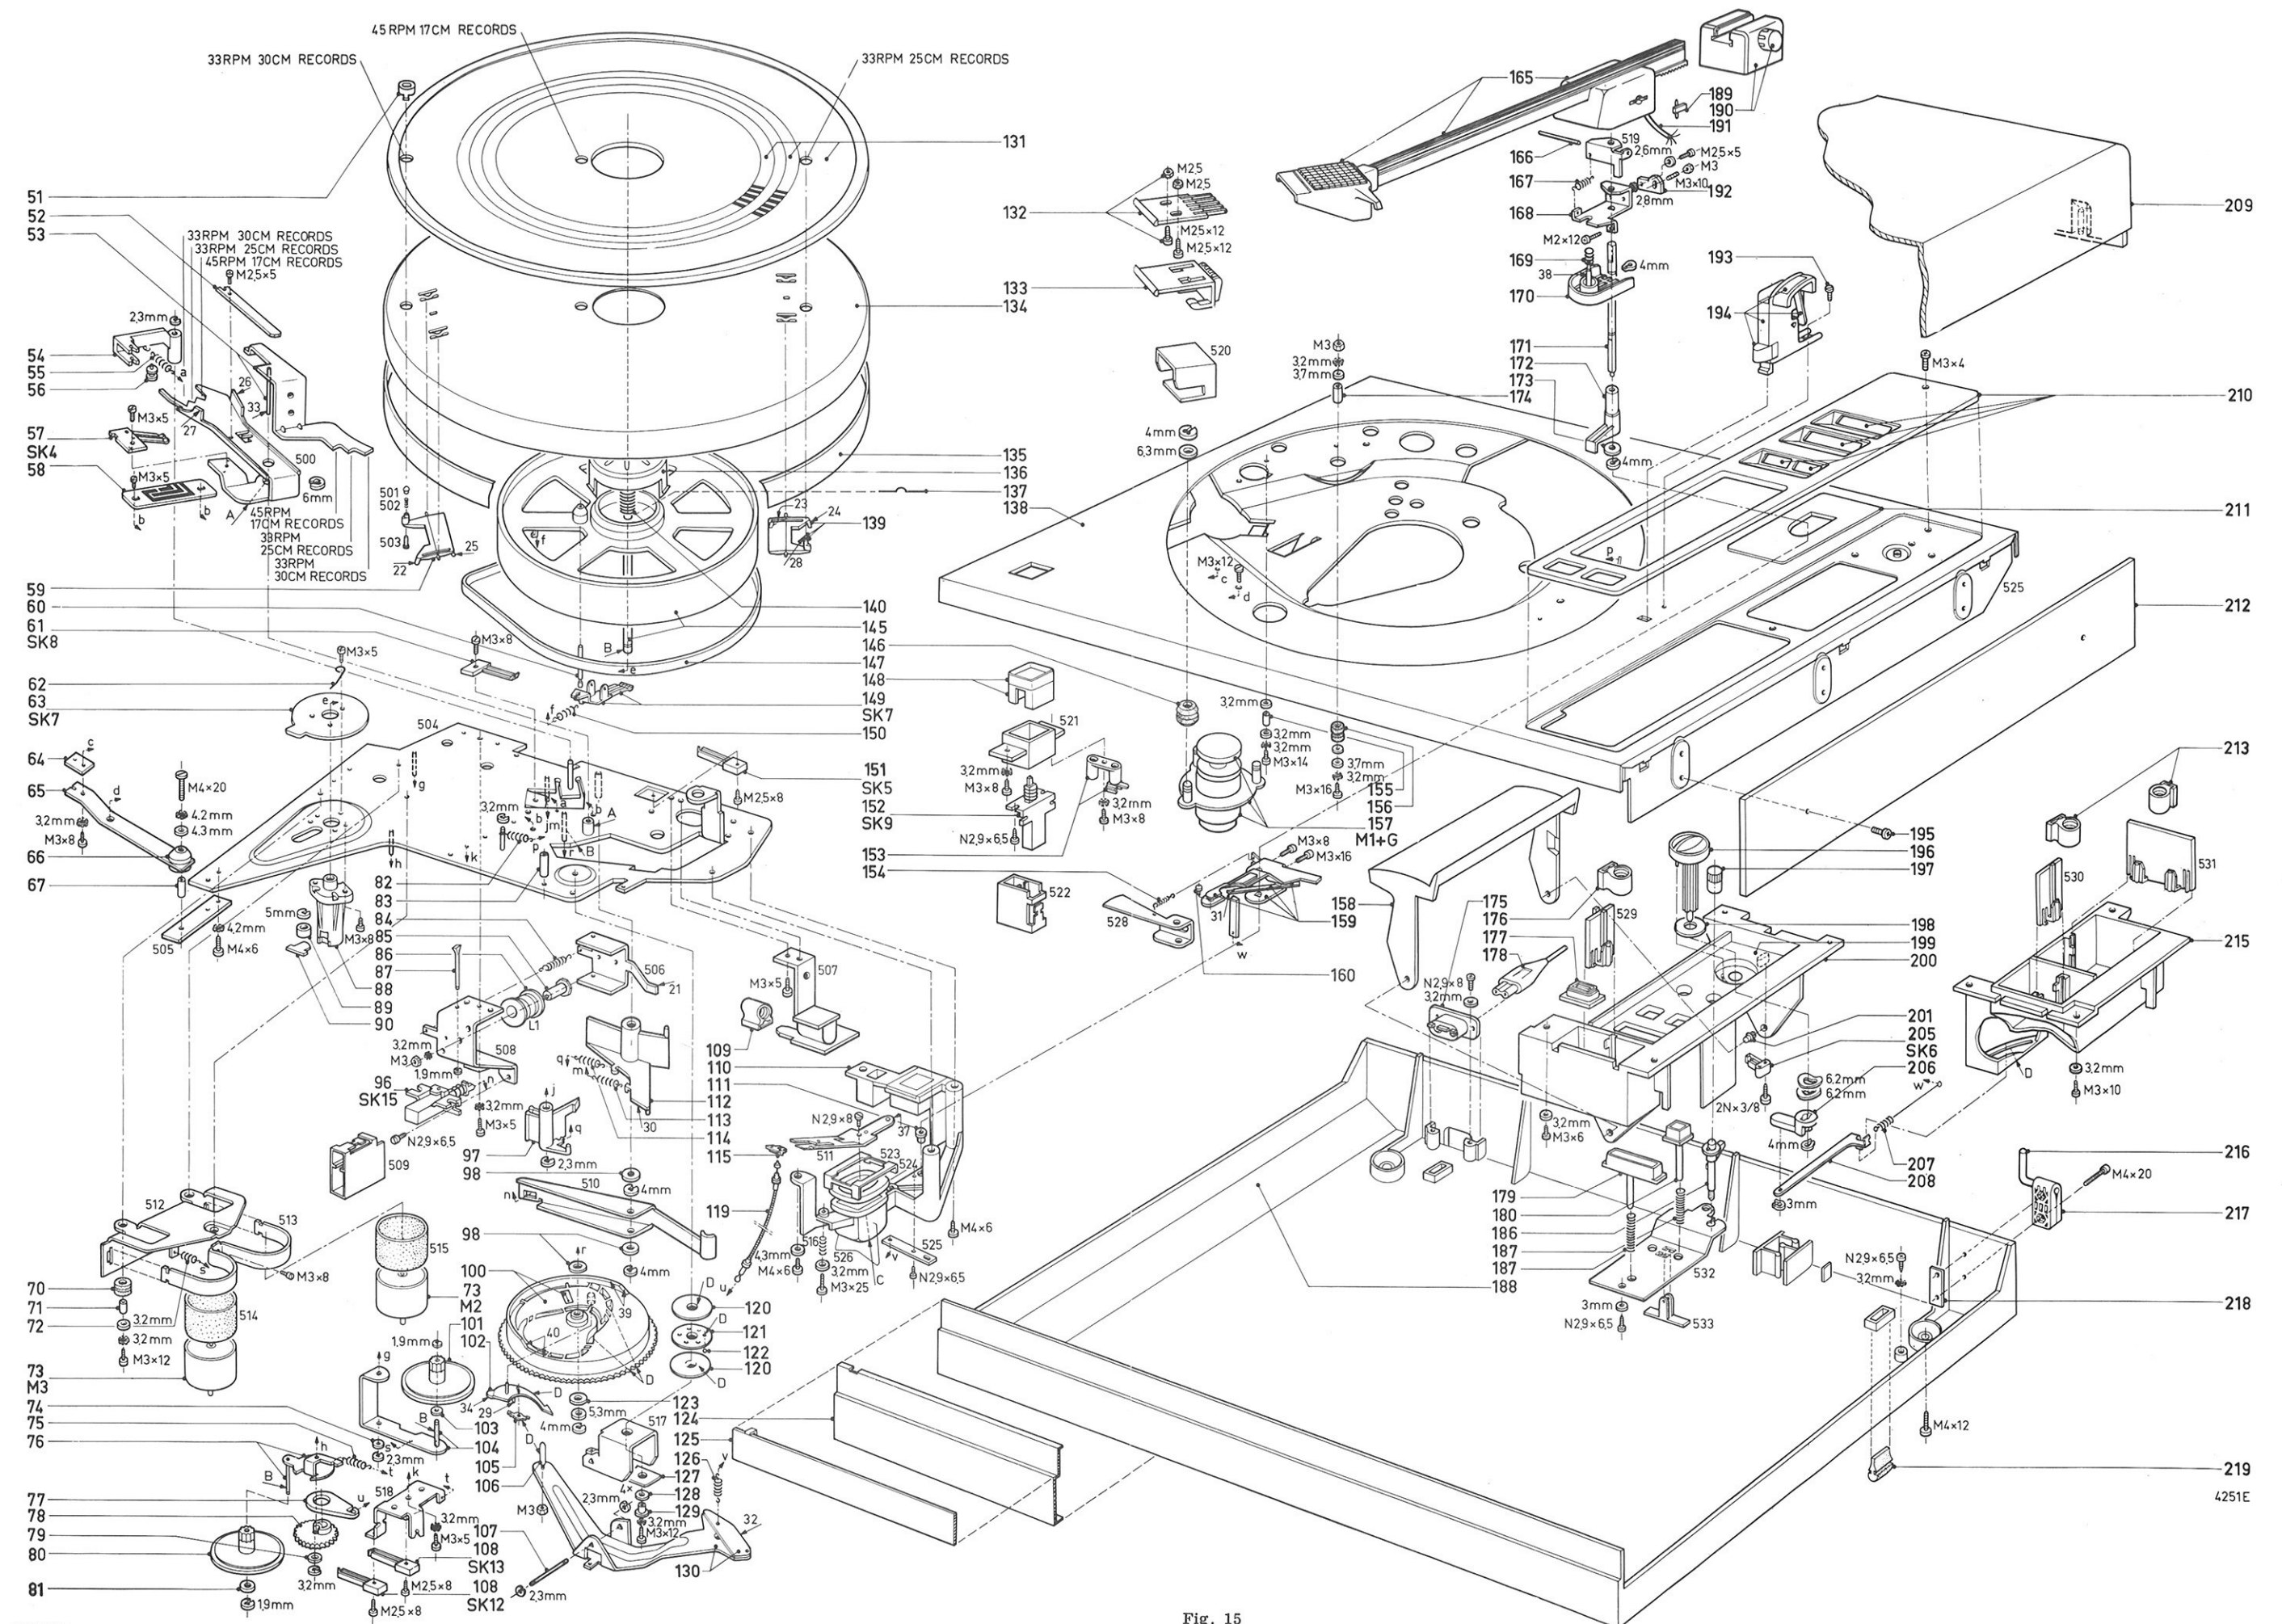

Fig. 15
(GB)**ELECTRICAL ADJUSTMENTS (Figs. 15 and 18)**
(F)**REGLAGES ELECTRIQUES (Fig. 15 et 18)**
(NL)**ELEKTRISCHE INSTELLINGEN (Fig. 15 en 18)**
(D)**ELEKTRISCHE EINSTELLUNGEN (Abb. 15, 18)**